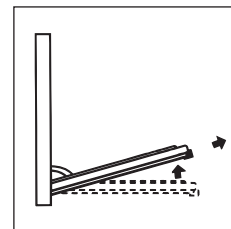

FIGURA 7
- Ora, chiudendo parzialmente la porta, è possibile sollevarla estraendo i ganci "A" come indicato in figura 7.